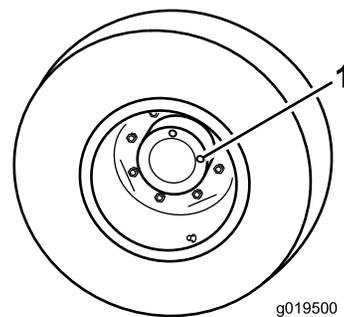

Рисунок 90
2. Расположите колесо так, чтобы одна контрольная пробка (Рисунок 90) находилась в положении «12 часов», а другая – в положении «3 часа».
3. Снимите пробку, находящуюся в положении «3 часа» (Рисунок 90).